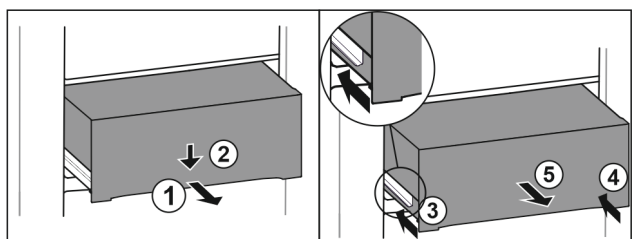

Fig. 193
- Extrageți pe jumătate sertarul. Fig. 193 (1)
- Apăsați în jos sertarul pe partea frontală. Fig. 193 (2)
- Inserați șina stângă aproximativ 2 cm. Fig. 193 (3)
- Inserați șina dreaptă aproximativ 2 cm. Fig. 193 (4)
- Extrageți sertarul spre înainte. Fig. 193 (5)